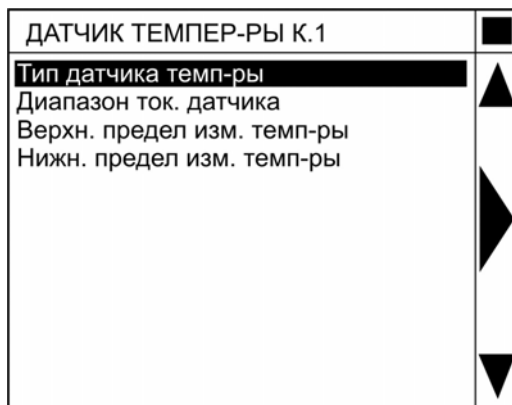

Рис.28 – Меню «Датчик температуры»
3.4.8.6.16 Выделив строку «Датчик температуры» в меню «Заводские установки канала» и активировав ее можно посмотреть заводские установки датчика температуры конкретного канала (рис.28).